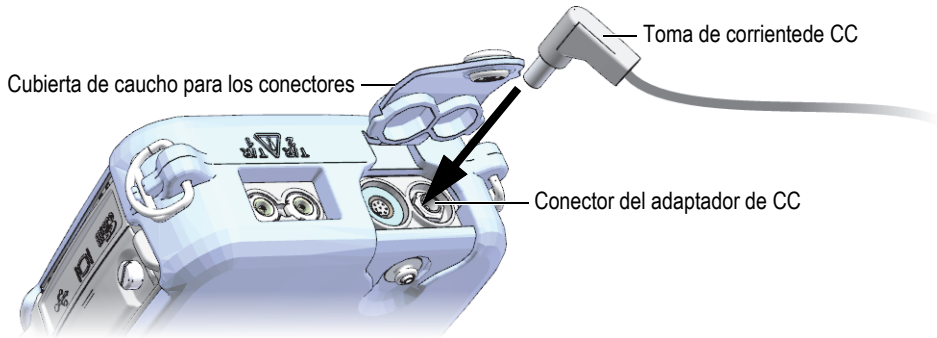

Figura 2-3 Conexión del cable de alimentación de CC
2. En la parte superior del instrumento 39DL PLUS, levante la cubierta protectora de caucho que cubre el conector del adaptador de CC (ver Figura 2-3 en la página 53).
3. Conecte la toma de corriente CC (del cargador/adaptador) al conector del adaptador de CC (ver Figura 2-3 en la página 53).